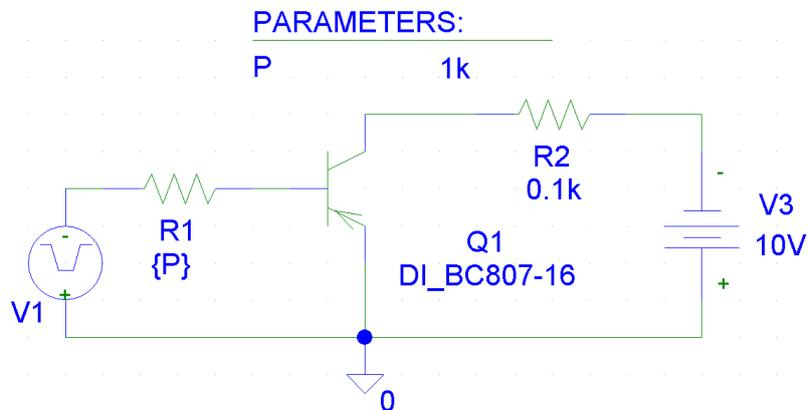

Рисунок 5.10 – Схема измерения переходных характеристик
5.5.1 Создать новый проект и в PSpice Schematics подготовить схему измерения переходных характеристик (рис. 5.10). В качестве источника входного воздействия взять источник **VPULSE**, параметры источника приведены в табл. 5.1.